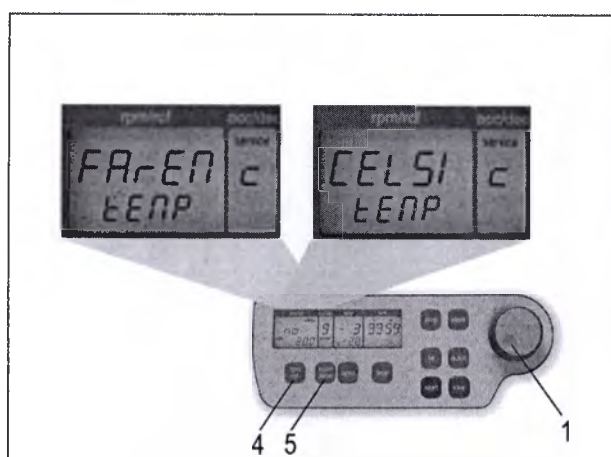

Рисунок 4
Действуйте как описано в п. 1.8.2, чтобы войти в программный режим, и затем нажмите кнопку «accel/deccl» [ускорение/замедление] (5). На дисплее «accel/deccl» [ускорение/замедление] (A-2) появится слово «service» [обслуживание]. Теперь выберите букву "C" с помощью верньера (1). В результате на дисплее «rpm/rcf» [об/мин / центробежное ускорение] (A-1) появятся слова «CELSI/temp» [по Цельсию/температура]. При нажатии кнопки «rpm/rcf» [об/мин / центробежное ускорение] (4) слово «CELSI» [по Цельсию] мигает, и Вы можете изменить отображение в градусах по Фаренгейту «FAREN» с помощью верньера (1) (см. рисунок 4).